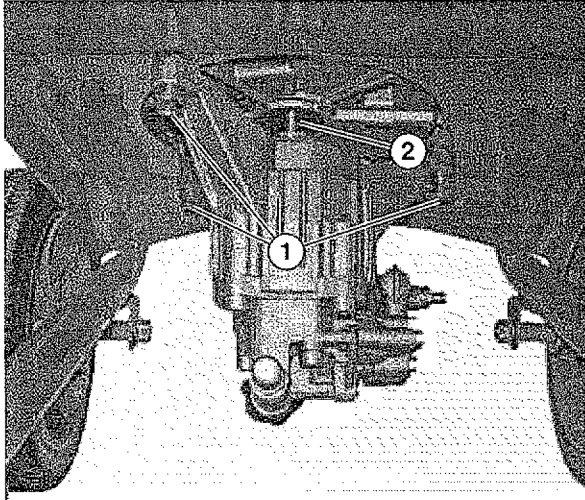

Figura 72 – Se muestran los pernos de montaje de la bomba/ el motor WP2500
2. Retire los 3 pernos de montaje y las arandelas que sujetan la bomba al bastidor (Ver Figura 72).
3. Deslice la bomba hacia abajo para sacarla del cigüeñal (Ver Figura 72).